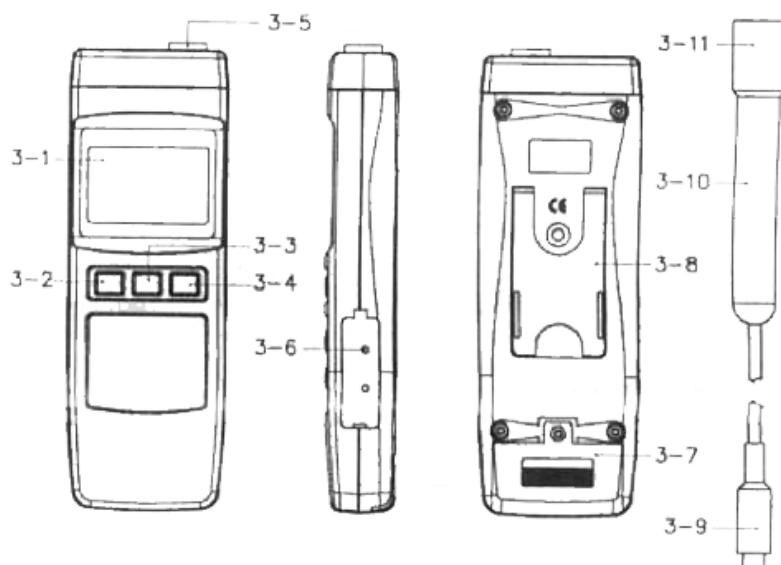

Fig 1
- 1) Conecte el enchufe de la sonda (3-9, Fig. 1) dentro de la entrada de la sonda (3-5, Fig. 1).
- 2) Encienda el instrumento presionando el botón de encendido (3-2, Fig. 1).
- 3) A. Sostenga el mango de la sonda (3-10, Fig. 1) con la mano y sumerja la cabeza de la sonda (3-11, Fig. 1) totalmente dentro de la solución a medir.
- 5) Presione el botón de retención de datos (3-4, Fig. 1) para retener el valor de medición y la pantalla indicara el símbolo "HOLD" durante la medición.
2. A. Sostenga el mango de la sonda (3-10, Fig.1) con la mano y sumerja la cabeza de la sonda (3-11, Fig.1)
c. Ajuste el ajuste de calibración VR (3-6, Fig. 1) hasta que la pantalla muestre el valor igual a 8.00 exactamente.
2) Quite la cubierta de las baterías (3-7, Fig. 1) y saque las baterías.